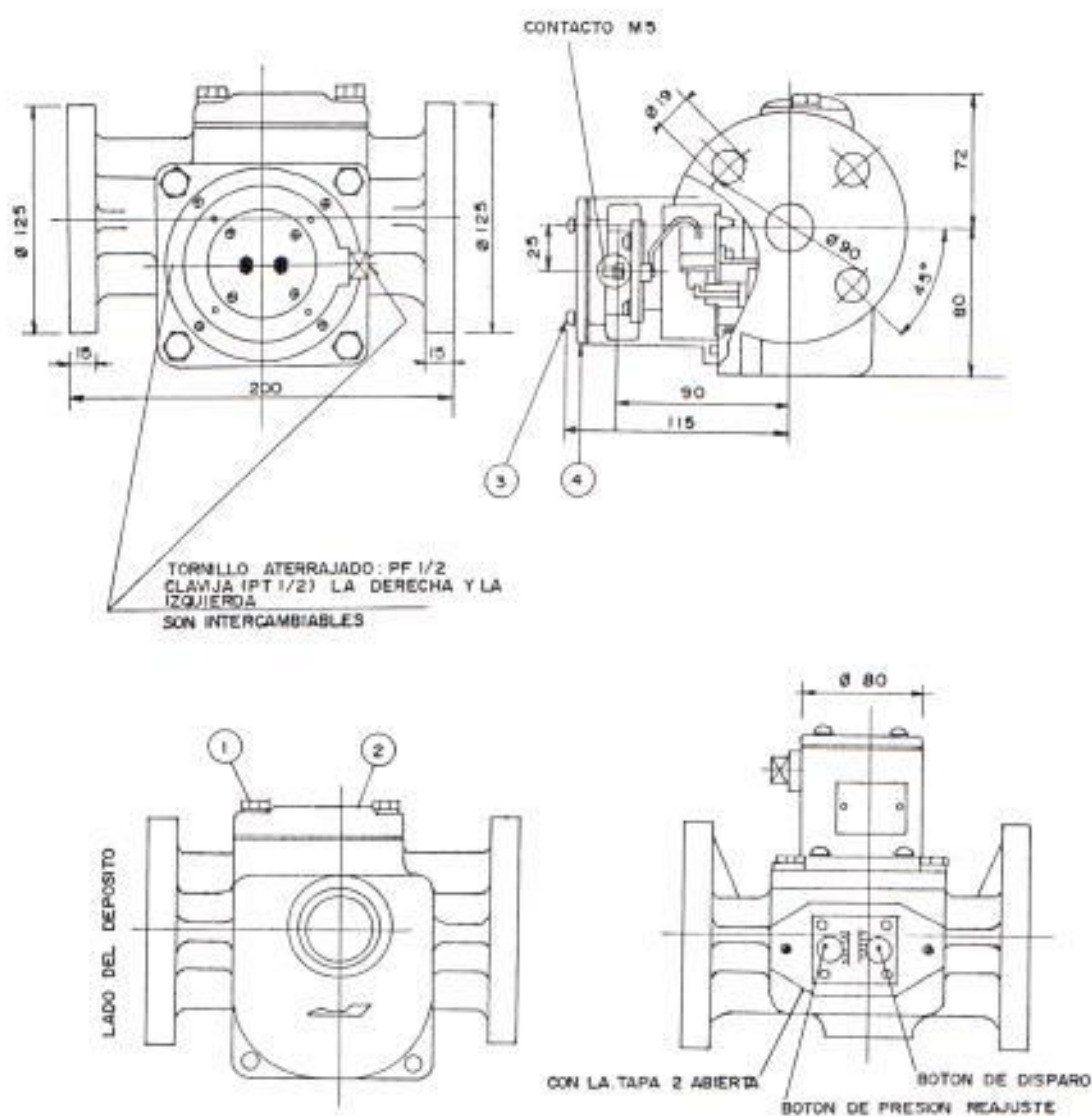

FIG. 23 DIAGRAMA DEL RS - 3000
En el compartimiento de aire hay un microinterruptor y en el de aceite un mecanismo de válvula de aletas, movido cuando hay un flujo excesivo de aceite. Estos están unidos por un mecanismo magnético de conexión. El mecanismo de válvulas de aletas está diseñado para actuar como asegurador por medio de un resorte a tensión, de forma que el micro interruptor mantiene el contacto ya en la posición de REAJUSTE ya en la de DISPARO, no parando nunca entre ambas. Ver Fig. 23.
Para la conexión hay que remover el tornillo de la caja terminal y la tapa para que queden a la vista las tomas terminales, hacer pasar los cables a través de las ranuras y sujetarlos a los terminales. 3 y 4 de Fig. 23.
Aflojar los dos pernos, (1) Fig. 23, en la parte superior de la caja y abrir la tapa, (2) Fig. 23, para dejar al descubierto los pulsadores con una placa que dice: "Botones de Presión para Verificación", ver la Fig. 23.